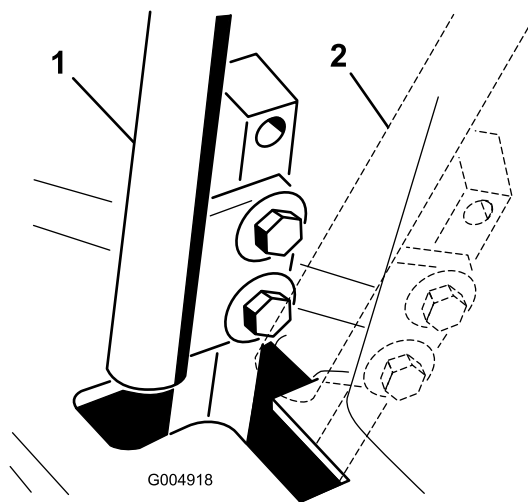

Figura 62
6. Verifique onde é que a alavanca de controlo está relativamente ao entalhe na consola (Figura 62). Deverá estar centrada permitindo que a alavanca rode para fora para a posição de bloqueada em ponto-morto.
4. Desloque as alavancas para a posição neutra mas **não bloqueada** (Figura 62).